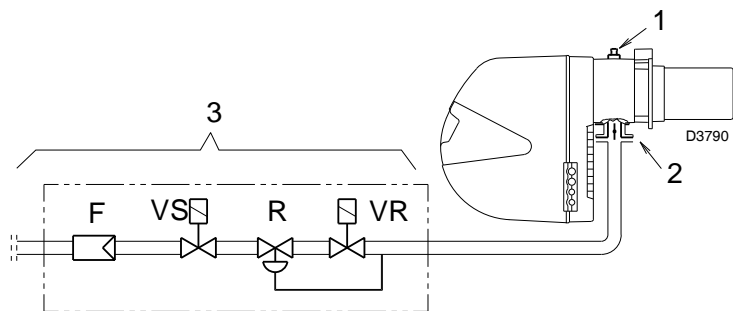

Fig. 40
Pérdida de carga cabezal de combustión. Presión de gas medida en la toma 1)(Fig. 40), con:
Pérdida de carga en válvula de mariposa del gas 2)(Fig. 40) con apertura máxima: 90°.
Pérdida de carga en rampa 3)(Fig. 40) que comprende: válvula de regulación VR, válvula de seguridad VS (ambas con la máxima apertura), regulador de presión R, filtro F.
- Restar a la presión del gas en la toma 1)(Fig. 40) la presión de la cámara de combustión.
- Presión de gas en la toma 1)(Fig. 40) = 7,4 mbar
En cambio, para conocer la presión de gas que se necesita en la toma 1)(Fig. 40), una vez fijada la potencia en la cual se desea que funcione el quemador con la máxima potencia:
- Leer a la derecha, en la columna 1, la presión en la toma 1)(Fig. 40).
presión necesaria en la toma 1)(Fig. 40).